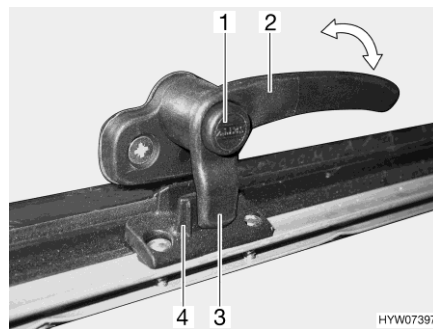
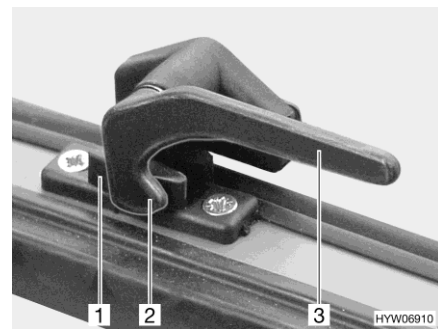

Fig. 113 Palanca de bloqueo con botón de seguridad en la posición "cerrada"
Fig. 114 Palanca de bloqueo en la posición "cerrada"
- Si existe, pulsar el botón de seguridad (Fig. 113,1) y mantenerlo pulsado.
- Girar toda la palanca de bloqueo (Fig. 113,2 ó Fig. 114,3) un cuarto de vuelta hacia el centro de la claraboya.
- Girar todas las palancas de bloqueo (Fig. 113,2 ó Fig. 114,3) un cuarto de vuelta hacia el marco. El saliente de bloqueo (Fig. 113 ó Fig. 114,2) se encuentra en la cara interior del bloqueo de la claraboya (Fig. 113,4 ó Fig. 114,1).
- En la posición "cerrada fijamente" (Fig. 113 y Fig. 114)